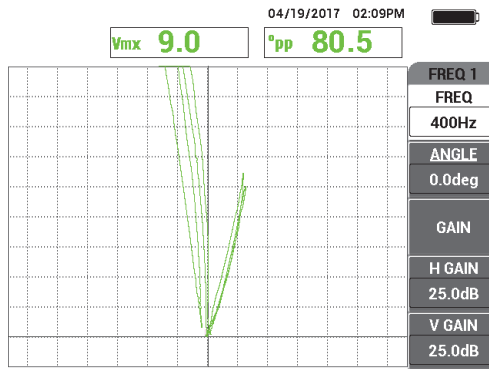

Abbildung 5-212 Prüfung von zwei Nuten
2. Prüfen Sie langsam das Rohr, bis die Fehler 40 % ID und 60 % AD angezeigt werden. Wird das Signal des Lochs auf dem NORTEC 600 angezeigt, drücken Sie die Direktzugriffstaste FREEZE (✱) [siehe Abbildung 5-212 auf Seite 297].